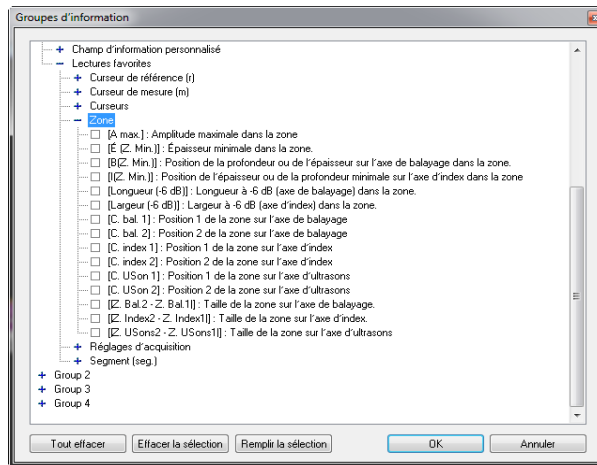

Figure 7-55 Paramètres de la zone des statistiques
- b) Sélectionnez les mesures **Zone** que vous souhaitez afficher (voir la Figure 7-55 à la page 416) :